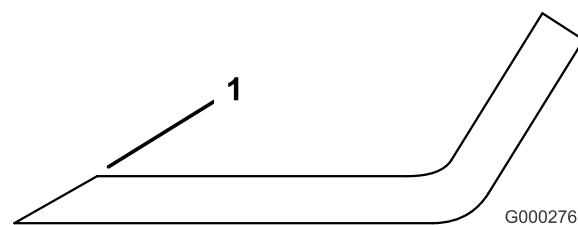

Figura 94
1. Affilate i taglienti da entrambe le estremità della lama con una lima (Figura 94). Rispettate l'angolazione originale. La lama conserva il proprio equilibrio soltanto se viene rimossa una quantità uguale di materiale da entrambi i taglienti.